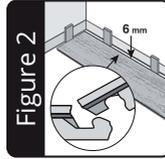
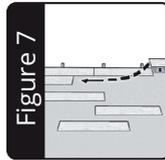

Figure 2
Figure 7
**2.** Die Verlegung sollte in einer Ecke begonnen werden (linksseitig) und mit der Nut zur Wand. Beachten Sie einen Randabstand von 6 mm, um Bewegungen des Unterbodens auszugleichen (Abbildung 2).
ANMERKUNG: Achten Sie beim Kürzen von RIGID SPC Paneelen darauf, dass Sie immer die kurze Seite mit der Feder abschneiden (Abbildung 2). Das verbleibende Stück kann dann am anderen Raumende verwendet werden um die Reihe abzuschliessen (Abbildung 7), sofern die Grundfläche dies zulässt.